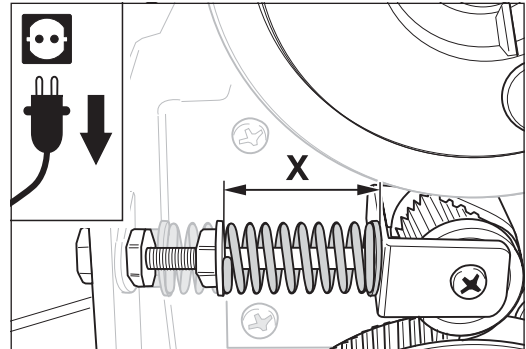

Abb. 86 Die Länge **X** der gespannten Feder beträgt:
- 4 Die Feder muss auf folgende Länge gespannt werden (Maß **X** in Abb. 86):